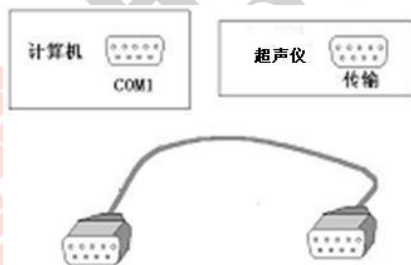

图 4.5 计算机与仪器连接
1. 进行文件传输之前需要按图 4.5 用我们提供的专用串口线将计算机串口与超声仪连接起来。